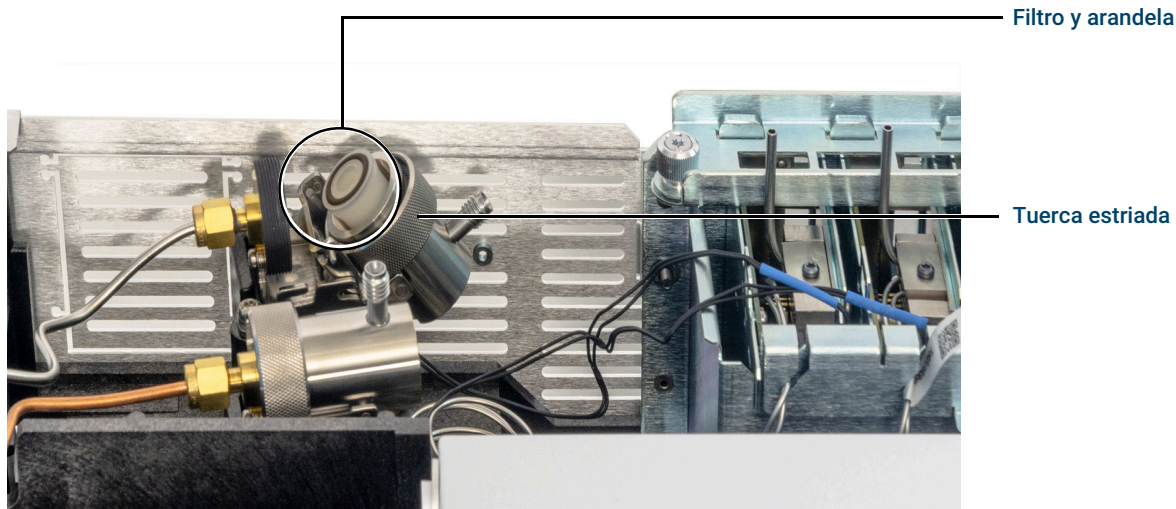

Figura 25. Deslice el conjunto de la trampa para dejar al descubierto el filtro
5. Incline el conjunto de la trampa de purga del split hacia atrás hasta que se detenga, exponiendo así el filtro. Consulte la Figura 25.